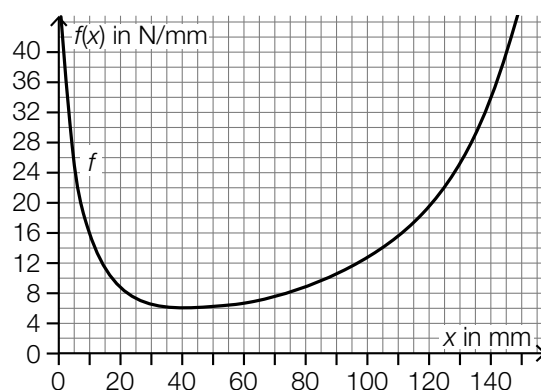

Abbildung 2
- 3) Lesen Sie aus der Abbildung 2 die Stelle x_1 ab.
- 4) Ordnen Sie auf Basis von Abbildung 2 den beiden Stellen jeweils die zutreffende Aussage aus A bis D zu. [0/1 P.]